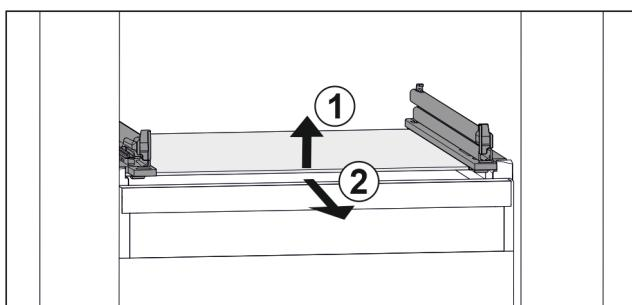

Fig. 84 Примерное отображение стеклянной пластины
- Приподнимите стеклянную пластину спереди. Fig. 84 (1)
- Извлеките стеклянную пластину движением вперед. Fig. 84 (2)